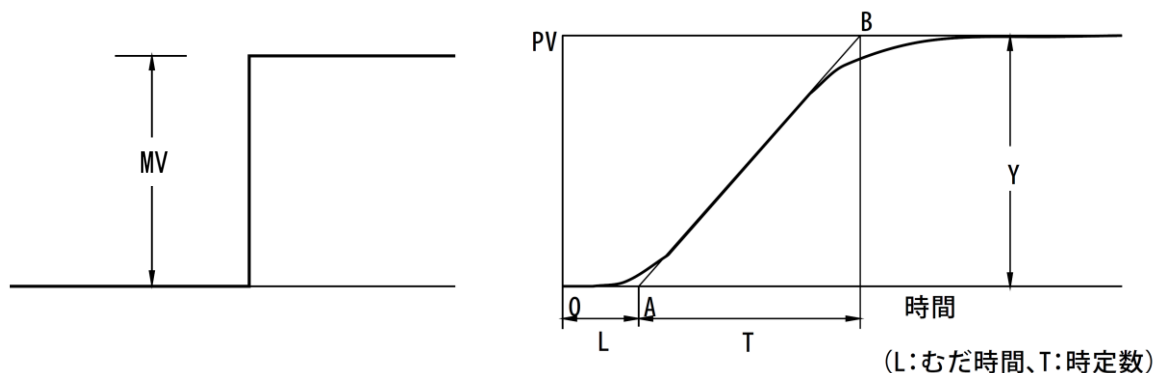

図 4 制御対象の特性の測り方
- (1) 制御モードを「手動操作(Man)」にし、MV を 20% にして、PV 値が一定値になった時点を読みます。
- (2) MV をステップ状に 60% に変更して、PV 値が一定値になった時点を読みます。
- (3) この値をグラフ化します。時間－PV 曲線の勾配が一番急なところに接線 AB を引き、これにより L と T を求めます(図 4)。